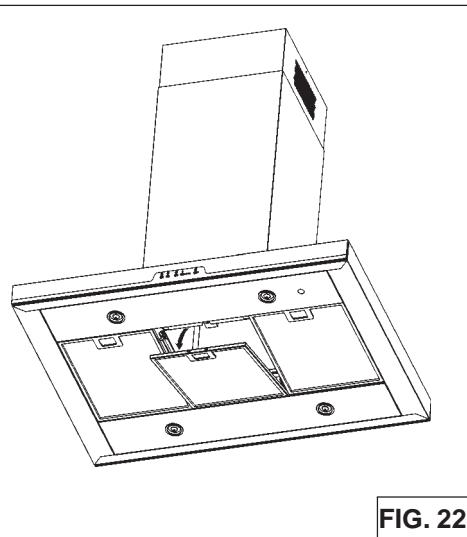

FIG. 22
1. Enlevez le filtre à GRAISSES en tirant la languette du loquet vers le bas pour dégager le filtre de la hotte. Inclinez le filtre vers le bas et enlevez-le (Fig.22).